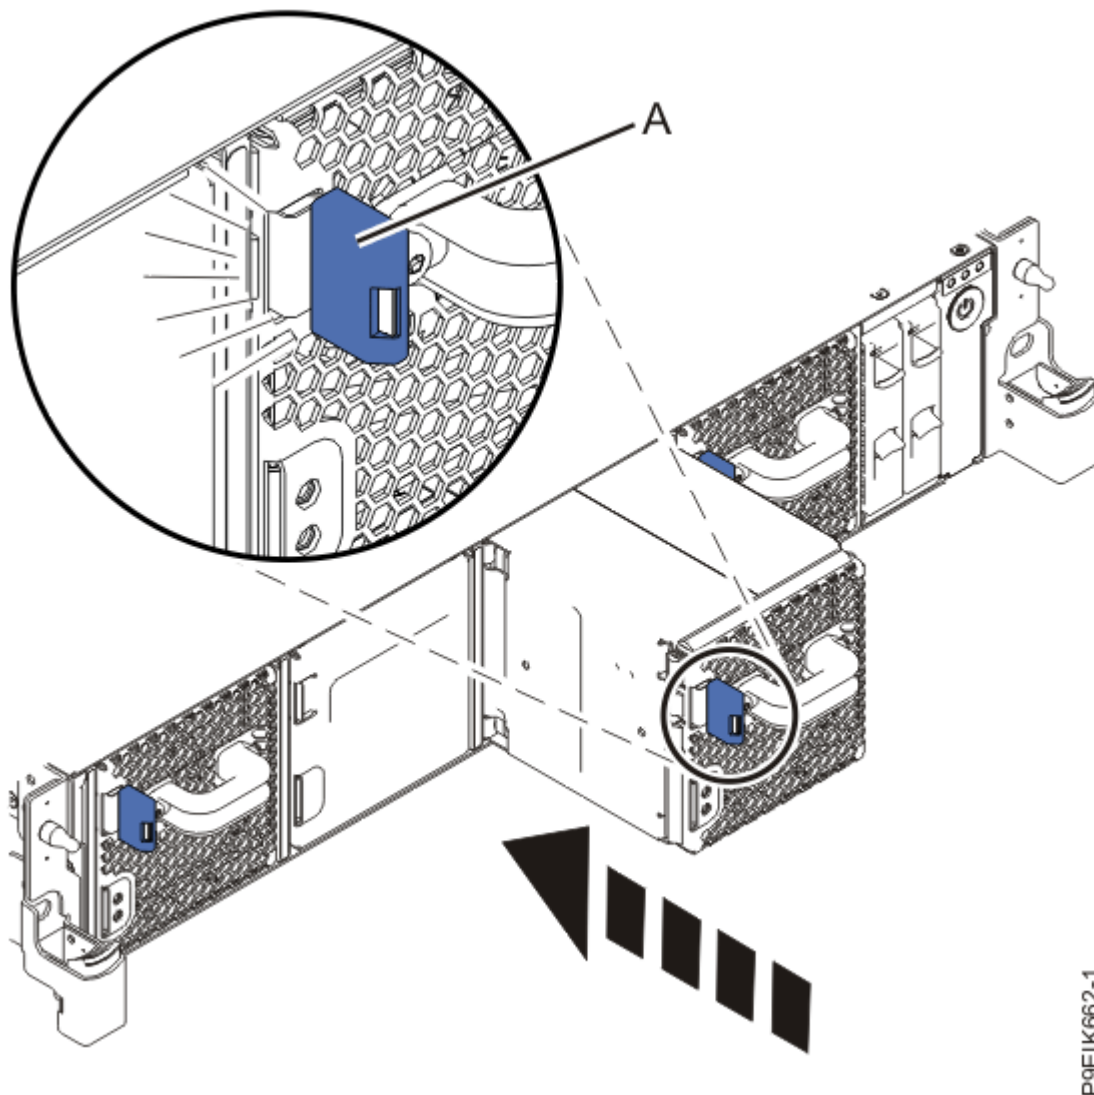

Figure 80. Remplacement d'un ventilateur dans le système
2. Tout en soutenant d'une main le ventilateur **(A)** par le dessous, alignez-le avec son logement et faites-le coulisser dans le système jusqu'à enclenchement du loquet **(A)**, comme indiqué dans la Figure 80, à la page 87.